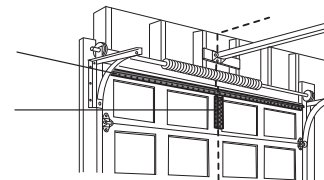

FIGURA 1
- Taladre orificios de sujeción de 3/16". Fije el soporte de la puerta usando los dos tornillos autorroscantes de 1/4"-14x5/8" (Figura 1)